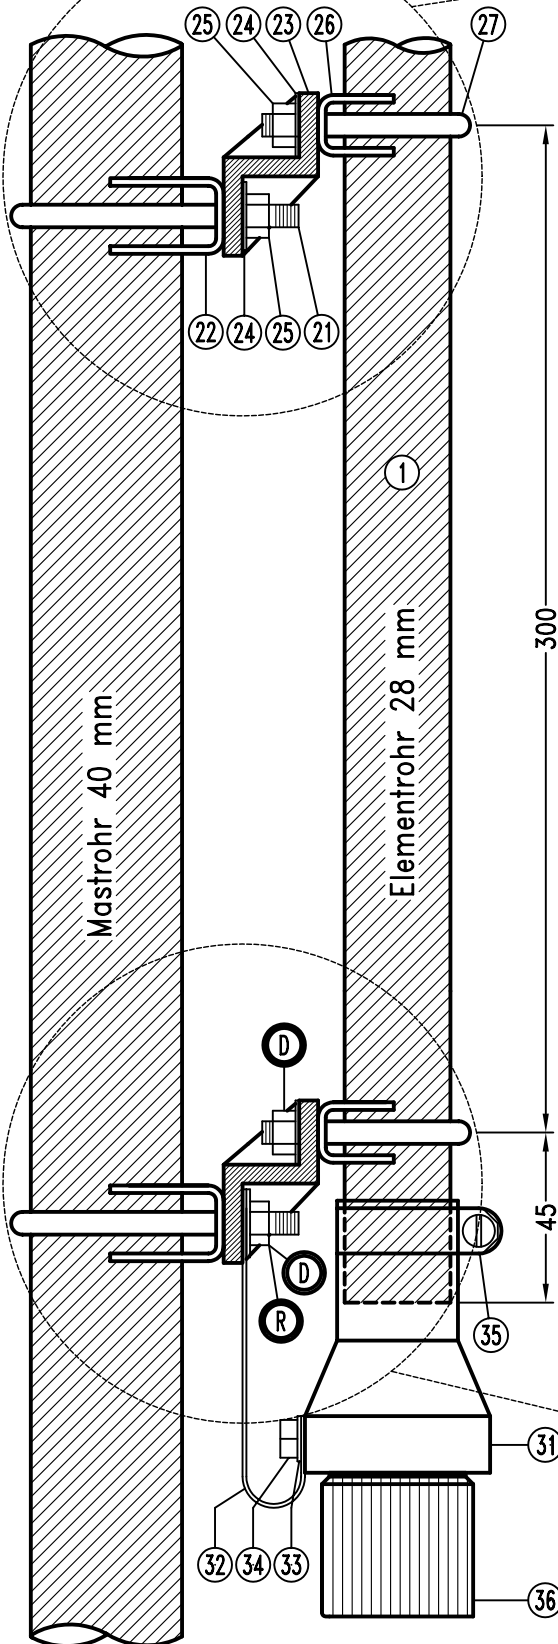
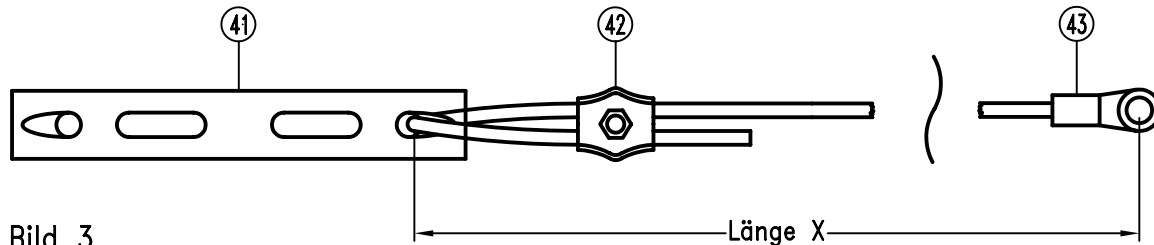

Bild 1
Bild 3
2. Beginnen Sie mit der Montage der unteren Doppelrohrklammer am Elementrohr (1). Am nichtgeschlitzten Ende des Elementrohrs wird im Abstand von 45 mm der Isolierwinkel (23) mit dem Rohrsitz (26), dem U-Bügel (27), der Scheibe (24) und der Sechskantmutter (25) verschraubt (Bild 1+2).
5. Nun werden die 3 Drähte der Radials (11) für das gewünschte Band vorbereitet (Bild 3). Mit den Simplexklemmen (42) werden die Drähte auf die entsprechenden Längen gebracht.
Mit dem U-Bügel (21), dem Rohrsitz (22), der Scheibe (24) und der Sechskantmutter (25) wird die Antenne am Mastrohr befestigt. Zur Montage der Radials (11) entfernen Sie wieder eine der Sechskantmutter (25) an der unteren Doppelrohrklammer (Bild 1, Buchstabe R) und montieren den Kabelschuh (Bild 3, Punkt 43) der Radials. Ziehen Sie die Sechskantmutter wieder an.
8. Die Radials sind die elektrischen Gegengewichte der Vertikalantenne. Sie ergänzen den Vertikalteil zur Halbwelle für jedes Band und gewährleisten den niederohmigen Speisepunktswiderstand von 50 Ohm. Sie müssen freihängend ausgespannt werden und dürfen an keiner Stelle das Dach oder den Boden berühren. Der Neigungswinkel zum Mastrohr (ca. 80°) und die Anordnung in der Horizontalen (ca. 120°) ist relativ unkritisch. Zur Abspannung hinter den Isolatoren (41) soll nichtleitende Leine verwendet werden.